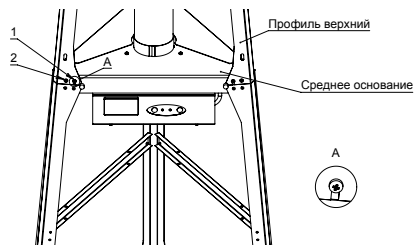

Рис. 1 – Установка верхних профилей
Рис. 1а – Правильное размещение прибора в открытом хорошо проветриваемом помещении
Рис. 1б – Неправильное размещение прибора в закрытом плохо проветриваемом помещении
Рис. 1в – Размеры прибора и допуски
- Установите профили на нижнюю предварительно собранную часть газового обогревателя (рис.1). Для этого наживите винт в среднем основании, которое соответствует пазу в профиле (ближнее к центру отвер-